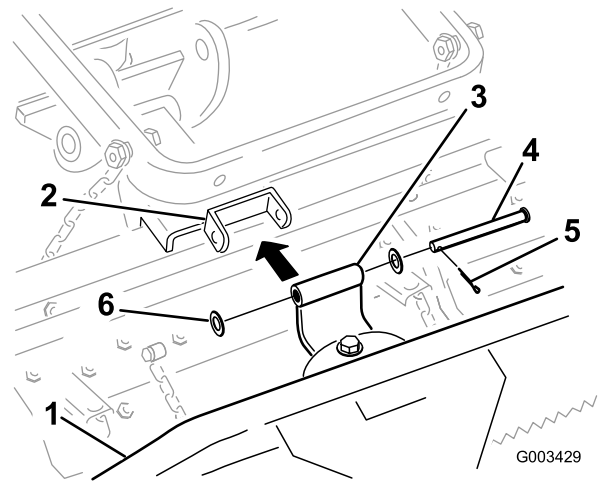

Figure 4
- Connectez le support de pivot courbe au râteau d'entretien rigide comme illustré à la Figure 4 avec un axe de chape (1/2 x 4-1/2"), 2 rondelles (0,531 x 1,063) et une goupille fendue.